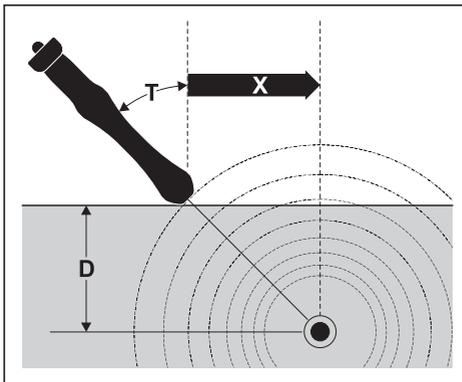

Fig. 22: Determinação da profundidade descendente por meio de triangulação
- b) Incline o recetor num ângulo  $T$  entre  $10^\circ$  e  $60^\circ$  (fig. 22).